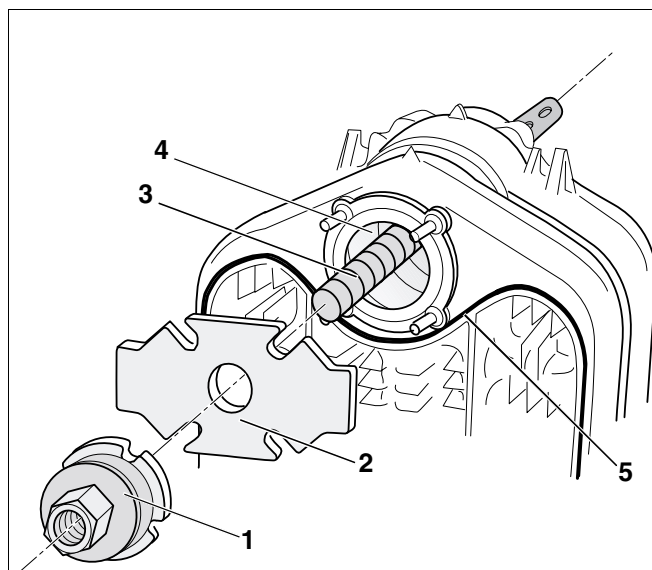
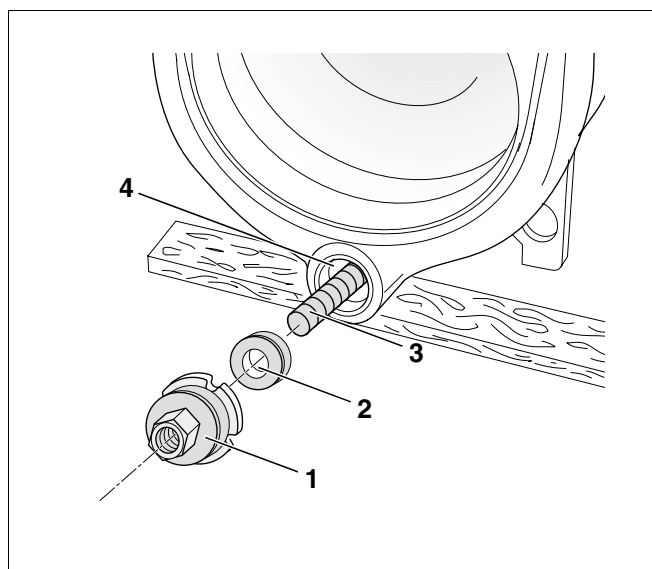

Fig. 18 Butucul superior al cazanului
Fig. 19 Butucul inferior al cazanului
- Se împinge tija (Fig. 18 și Fig. 19, **Poz. 3**) prin butucul superior și inferior al cazanului (Fig. 18 și Fig. 19, **Poz. 4**) astfel se fixează blocul parțial de cazan.
Așezarea flanșei de legătură (Fig. 18, **Poz. 2**) în timpul procesului de presare pe penele de etanșare ale elementelor cazanului (Fig. 18, **Poz. 5**) poate să conducă la apariția unor neetanșeități.
- Acordați atenție ca flanșele de legătură să fie plane pe butucii cazanului (Fig. 18).
- Se trage flanșa de legătură ($\varnothing 135 \times 25$, Fig. 18, **Poz. 2**) pe tija de transmisie (a butucului superior al cazanului – Fig. 18, **Poz. 4**).
- Unitatea de presare (Fig. 18, **Poz. 1**) se rotește (Fig. 18, **Poz. 3**) pe filetul tije de manevră.
- Se trage flanșa de legătură ($\varnothing 80 \times 25$, Fig. 19, **Poz. 2**) pe tija de manevră (la butucul inferior al cazanului – Fig. 19, **Poz. 3**).
- Unitatea de presare (Fig. 19, **Poz. 1**) se rotește (Fig. 19, **Poz. 3**) pe filetul tije de manevră.